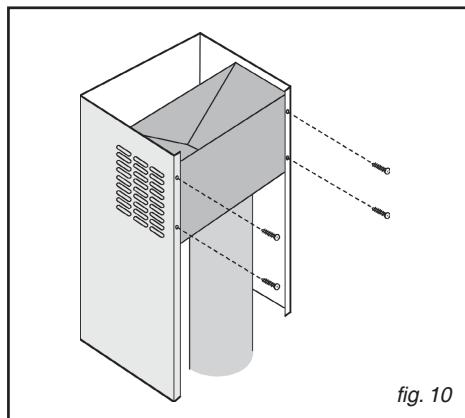

fig. 10
- Montez la bride (F) sur le déflecteur (Fig. 10).